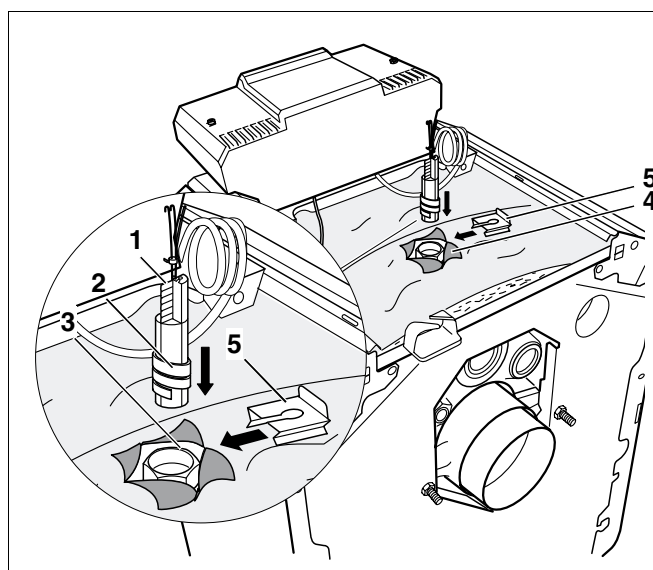

Fig. 28 Montering af følerpakke
- Tryk den udskårne isolering (fig. 28, **pos. 4**) ved målestedet til side.
- Skub udligningsfjederen (fig. 28, **pos. 1**) ind i følerlommen (fig. 28, **pos. 3**) sammen med følerpakken indtil anslag.
Idet følerpakken skubbes ind i følerlommen (fig. 28, **pos. 3**), skubbes kunststofspiralen (fig. 28, **pos. 2**) automatisk tilbage.
- Skub følersikringen (fig. 28, **pos. 5**, følger med instrumentpanel) fra siden ind på den øverste del af følerlommen (fig. 28, **pos. 3**).